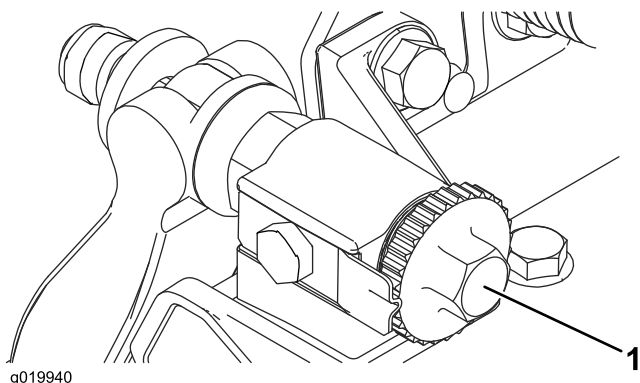

Figure 8
- Placez le plateau de coupe sur une surface de travail plane et horizontale. Tournez les vis de réglage de la barre d'appui dans le sens antihoraire pour vérifier qu'elle ne touche pas le cylindre (Figure 8).